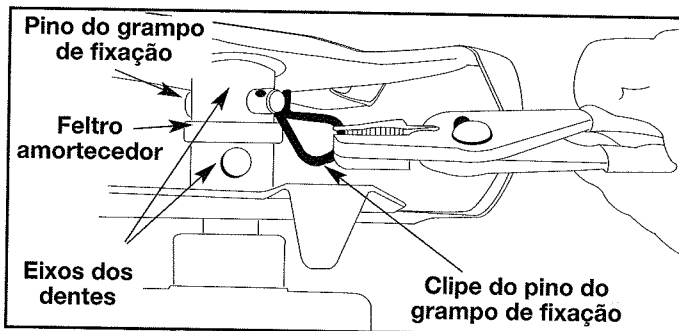

Fig. 21
1. Coloque o interruptor de ignição na posição de parada [STOP (O)] e desconecte o fio do plugue de ignição.
2. Remova os cliques dos pinos do grampo de fixação e os pinos do grampo de fixação (Fig. 21)